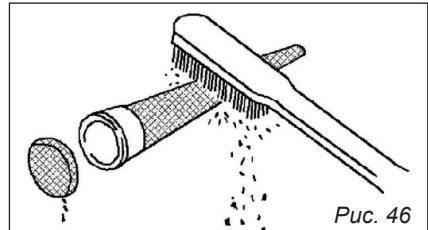

Рис. 46
3. Очистите нагар на экране глушителя и искрогасителя с помощью проволочной щетки, рис. 46.